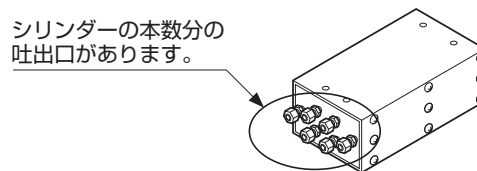
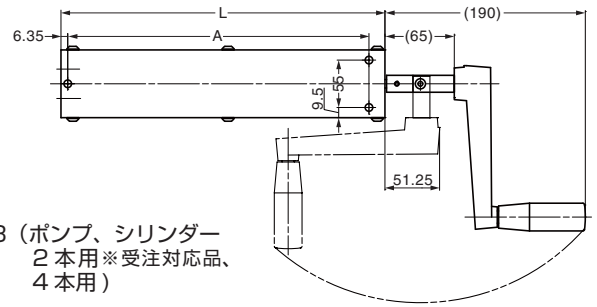
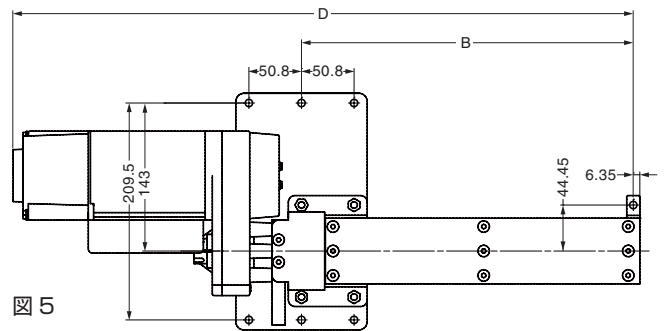

図 2
図3 (ポンプ、シリンダー 2 本用※受注対応品、4 本用)
図 5
手動のものは、接続するシリンダーの数により、2本、4本および6本用があります。(図 2 参照)
- (1) シリンダーを取り付ける穴を開けてください。
- (2) ポンプを取り付ける穴を開けてください。－ 手動ポンプの場合
- <1> ポンプに取り付ける穴の位置は、図 3 (シリンダー 4 本用) または図 2 (シリンダー 6 本用) をご覧ください。
- (3) ポンプを取り付ける穴を開けてください。－ 電動ポンプの場合
- <1> ポンプに取り付ける穴の位置は、図 5 (シリンダー 4 本用) をご覧ください。
- (4) パイプクランプを取り付ける穴を開けてください。